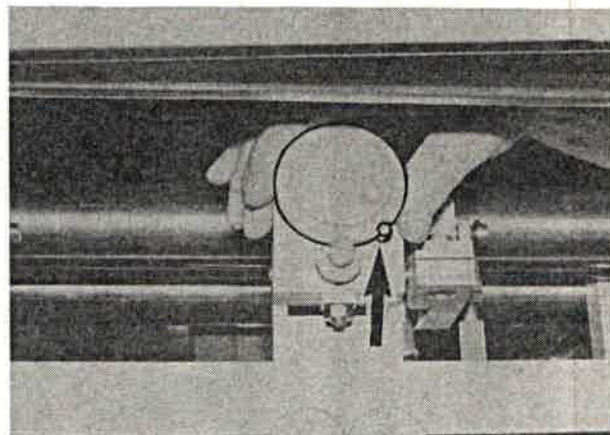

Bild 240
9. Getränkte Farbpatrone so in das Gehäuse einsetzen, daß der Stift in die Aussparung eingreift (Bild 240/Pfeil).